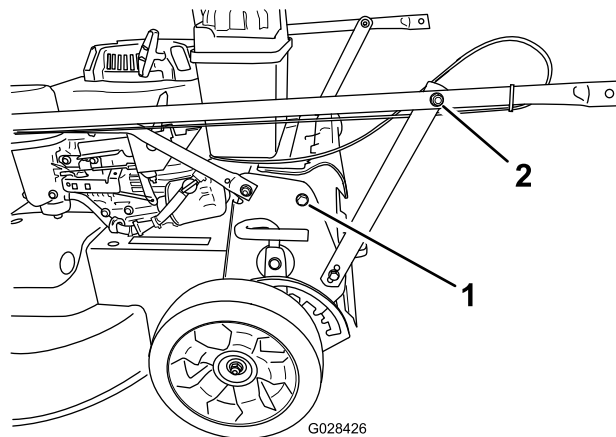

Рисунок 4
1. Выверните 2 болта из рамы машины в месте, показанном на Рисунок 4.